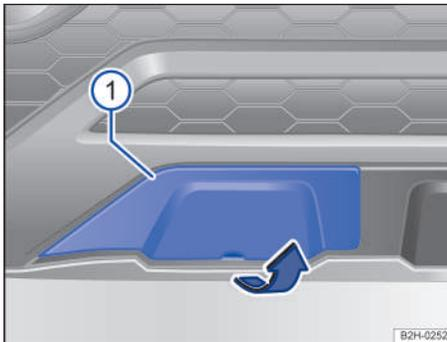

Fig. 167 En el lado derecho del paragolpes delantero: cubierta, variante 1.
① Cubierta
1. Introduzca la mano por el rebaje de la cubierta y retire esta en el sentido de la flecha → fig. 167 ①.